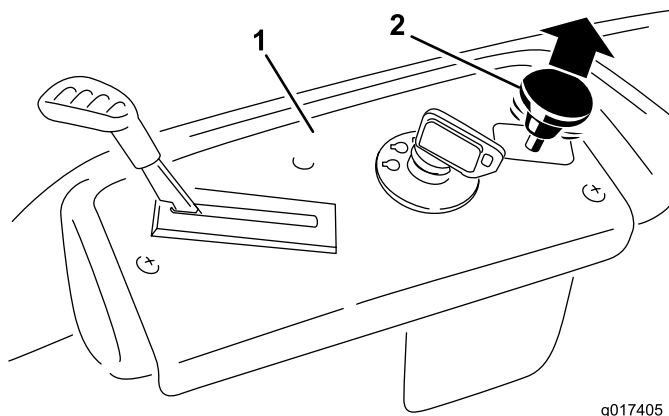

Figura 15
3. Tirate verso l'alto il comando delle lame per posizionarlo su On e innestate le lame (Figura 15).